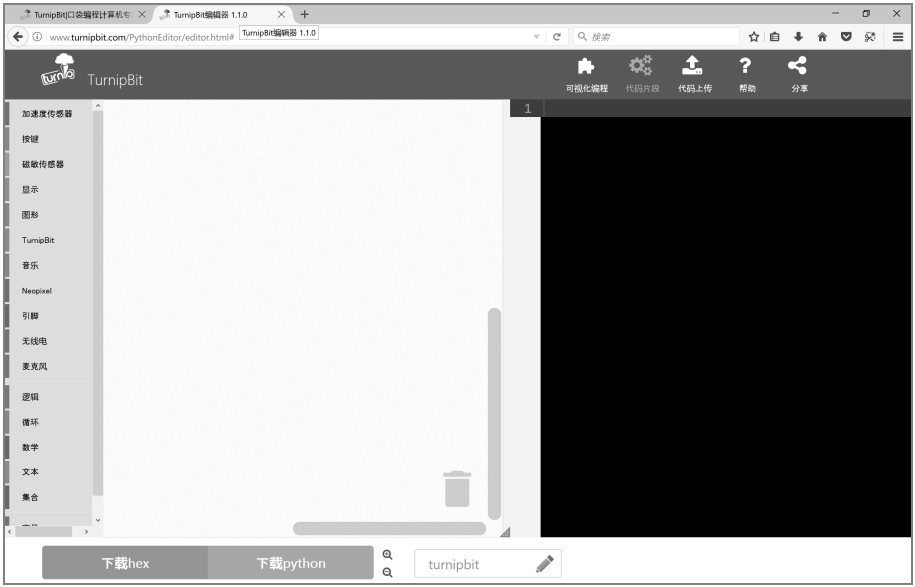

图 9-6 编程界面
- ① 打开 TurnipBit 编辑器（网址为：<http://turnipbit.com/PythonEditor/editor.html>），点击“可视化编程”，如图 9-6 所示。